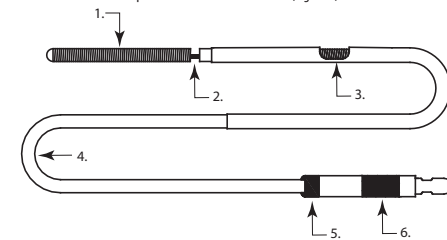

Figura 1
- Far avanzare lentamente la spirale staccabile Axiom™ Prime e farla fuoriuscire dall'introduttore nel palmo della mano coperta dal guanto, quindi ispezionarla per escludere la presenza di anomalie della spirale stessa o della zona di distacco. A causa dei potenziali rischi di anomalie, è necessario eseguire un esame visivo. In caso di anomalie, utilizzare una nuova spirale staccabile Axiom™ Prime (Figura 1).